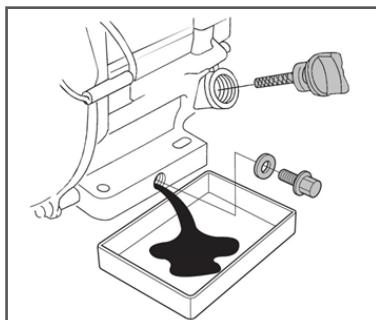

Рис. 22 Замена масла в двигателе
- Очистите от загрязнений зону вокруг маслозаливной горловины. Извлеките крышку-щуп из маслозаливной горловины (Рис. 22) и протрите щуп чистой ветошью.
- Открутите пробку для слива масла и слейте отработанное масло в подготовленную для этого емкость (Рис. 22).